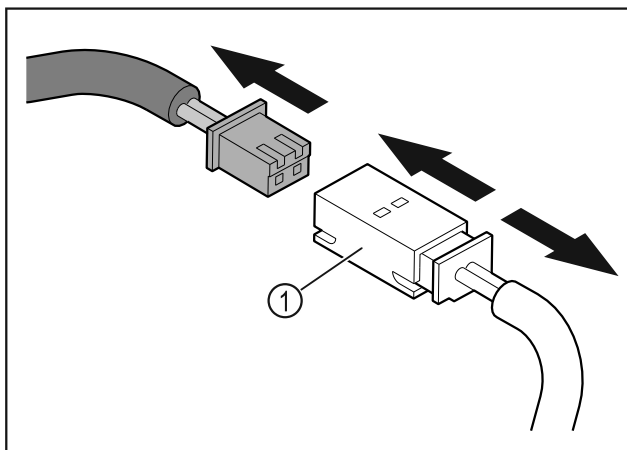

Fig. 9
- Scollegare il connettore e il giunto a innesto Fig. 9 (1).